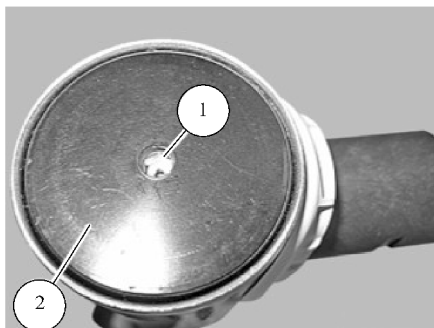

图 14-6 伺服电动机调整螺钉
- 3) 捅穿伺服电动机 2 调整螺钉 1 上的防护膜。图 14-6 所示的螺钉上无防护膜。